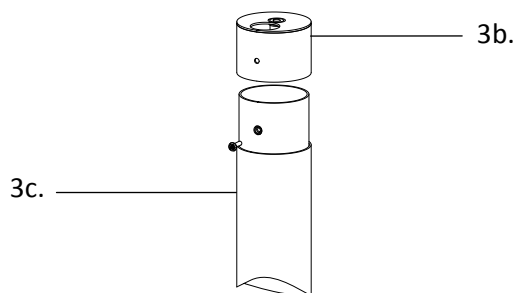

Figura 13: Encaixe da tampa do pedestal.
Passo 4: Após a base ser fixada, a tampa superior (3b) deve ser encaixada no tubo da base (3c), conforme Figura 13.